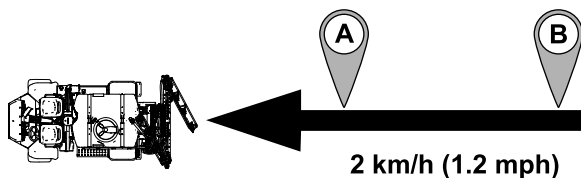

Figure 171
**Remarque:** L'Autosteer dirige la machine entre les points B et A (Figure 171).